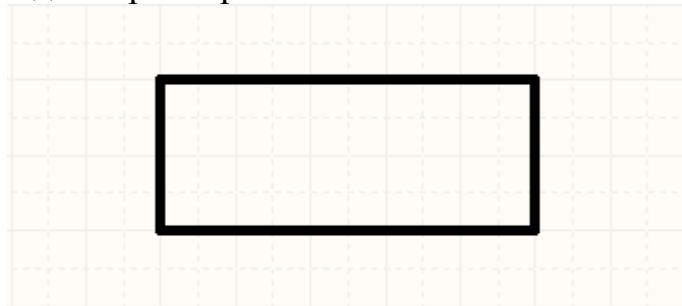

Рис.11. Зображення резистора
- Нажимаємо **ПКМ > Place > Line**. Та малюємо зображення резистора з необхідними розмірами (Рис.11). Якщо необхідно змінити властивості (товщину, колір, зробити стрілку і т.п.) графічного об'єкта – натискаємо два рази по ньому та змінюємо необхідні параметри.